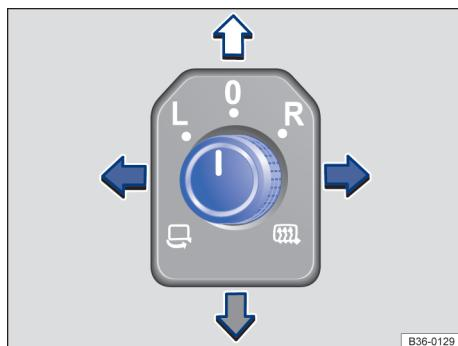

Fig. 117 Na porta do condutor: botão rotativo dos espelhos retrovisores externos.
- Girar o botão rotativo na porta do condutor para o símbolo desejado → Fig. 117.